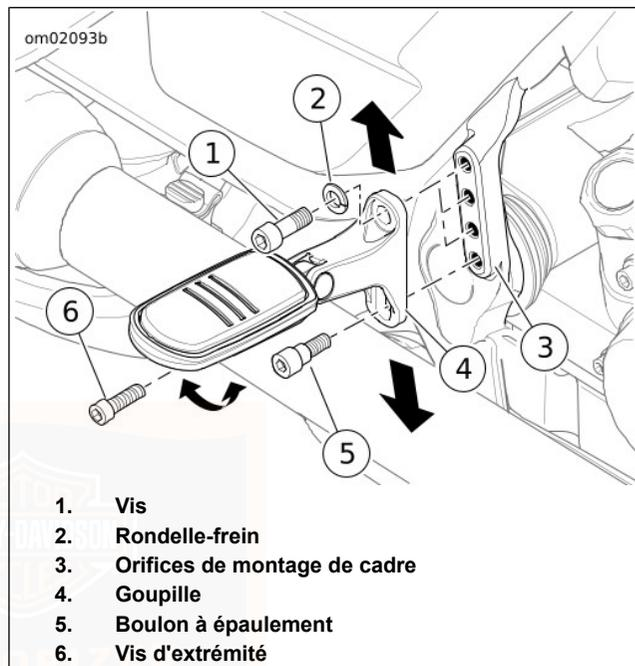

Figure 33. Repose-pied du passager : FLHX, FLXS, FL-TRX, FLTRXS, FLHRXS
Voir Figure 33. Si le support ne coulisse pas vers le haut ou vers le bas, desserrer le boulon à épaulement inférieur (5) sans le retirer.
1. Retirer la vis de support supérieure (1) et la rondelle-frein (2).
1. Voir Figure 33. Desserrer la vis de retenue (6).